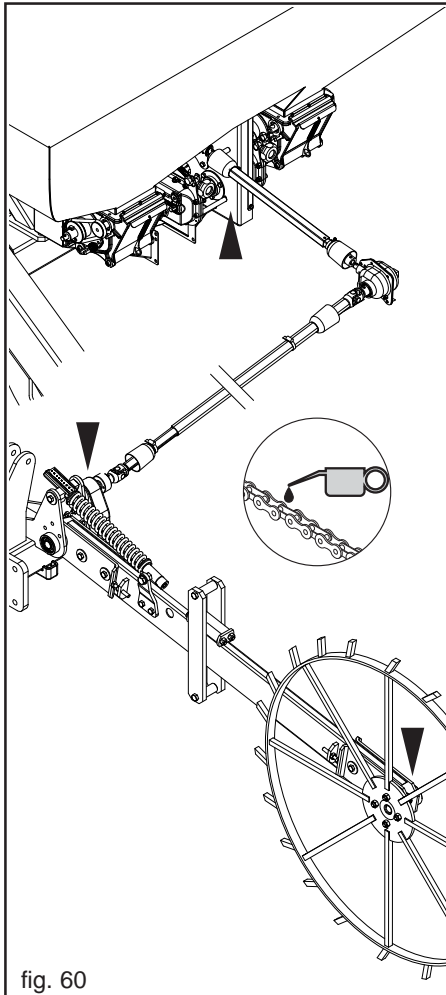
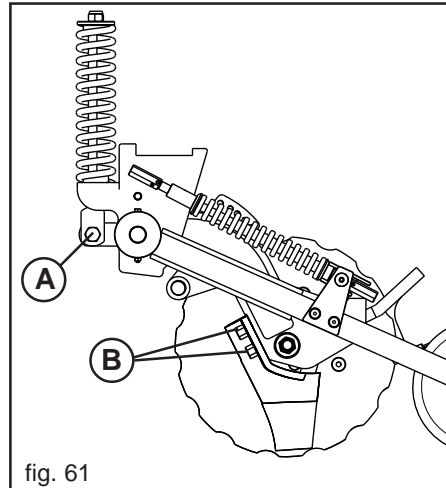
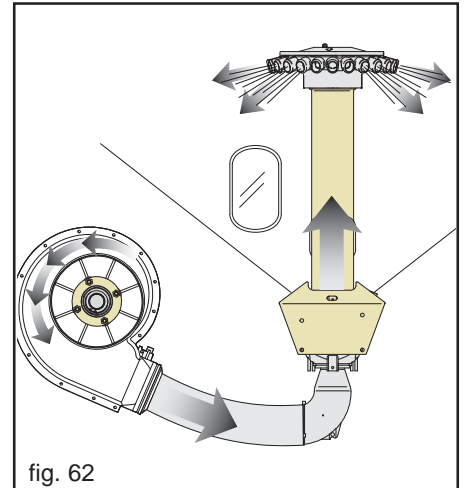
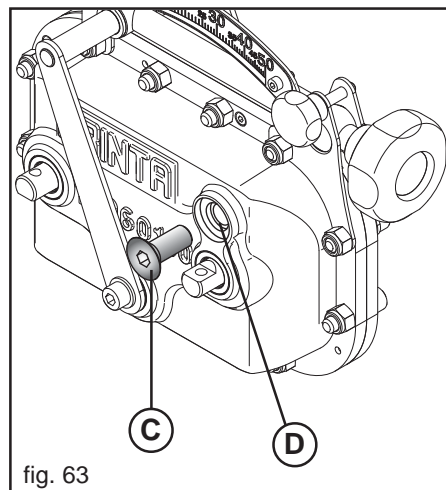

fig. 60
fig. 61
fig. 62
fig. 63
A MACCHINA NUOVA	<ul style="list-style-type: none"> <li>- Lubrificare le catene di trasmissione (Fig. 60).</li> <li>- Ingrassare tutti i punti contrassegnati dalla decalcomania n° 16 ("GRASE") a pag. 10 di questo manuale.</li> <li>- Dopo le prime ore di funzionamento, occorre verificare il serraggio di tutte le viti e bulloni.</li> <li>- Verificare il serraggio dei bulloni assolcatori (A-B, Fig. 61).</li> </ul>
A INIZIO STAGIONE DI SEMINA	<ul style="list-style-type: none"> <li>- Lubrificare le catene di trasmissione (Fig. 60).</li> <li>- Ogni stagione, effettuare il cambio completo dell'olio del cambio con il tipo "AGIP EXIDIA HG 68" (Kg. 0,7):               <ol style="list-style-type: none"> <li>1) togliere il tappo (C, Fig. 63);</li> <li>2) dallo scarico (D), svuotare completamente l'olio del cambio e raccoglierlo in un idoneo contenitore;</li> <li>3) inserire il nuovo olio (Kg. 0,7) e chiudere con il tappo.</li> </ol> </li> <li>- Controllare che la trasmissione ruoti liberamente senza interferenze.</li> <li>- Azionare la seminatrice a vuoto, il flusso dell'aria libera le condutture dalla presenza di condensa e rimuove eventuali impurità (Fig. 62).</li> <li>- Controllare il livello dell'olio quotidianamente, nel moltiplicatore e nel serbatoio, durante il periodo d'utilizzazione; aggiungere olio se necessario.</li> </ul>
OGNI 20/30 ORE DI LAVORO	<ul style="list-style-type: none"> <li>- Verificare il serraggio dei bulloni assolcatori (A-B, Fig. 61).</li> <li>- Pulire e lubrificare le catene di trasmissione (Fig. 60), ingranaggi e tendicatena.</li> <li>- Controllare periodicamente l'usura delle boccole (1) indicate in Figura 64.</li> </ul>
MESSA A RIPOSO	<p>A fine stagione, o nel caso si preveda un lungo periodo di riposo, è consigliabile:</p> <ol style="list-style-type: none"> <li>1) Scaricare con cura tutte le sementi dalla tramoggia e dagli organi distributori (vedi capitolo 3.14).</li> <li>2) Lavare l'attrezzatura abbondantemente con acqua, in particolar modo il serbatoio e il dosatore, quindi asciugarla con getti d'aria.</li> <li>3) Controllare accuratamente ed eventualmente sostituire le parti danneggiate o usurate.</li> <li>4) Controllare che il dosatore abbia la possibilità di ruotare senza eccessivo sforzo, eventualmente verificare l'integrità dei cuscinetti.</li> <li>5) Serrare a fondo tutte le viti e i bulloni.</li> <li>6) Lubrificare le catene di trasmissione (Fig. 60), passare con del lubrificante tutte le parti non verniciate (Fig. 67).</li> <li>7) Proteggere l'attrezzatura con un telo.</li> <li>8) Infine, sistemarla in un ambiente asciutto, stabilmente e fuori dalla portata dei non addetti.</li> </ol>